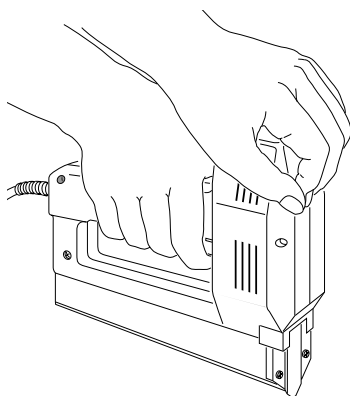

Figure 7
5. Placer la paume de la main fermement sur la tête de l'outil (voir la figure 7).